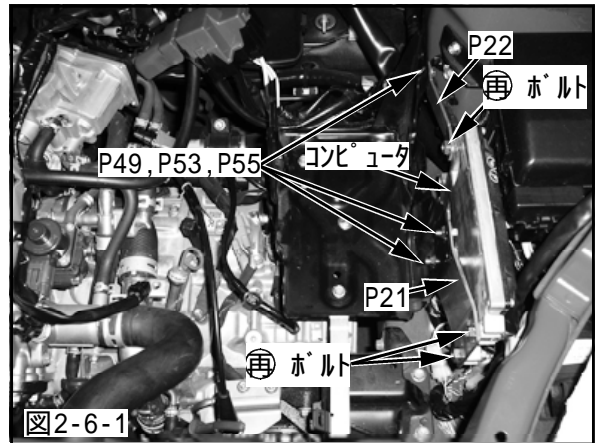

図2-6-1
(1) バッテリトレイに取付けてあるコンピュータを移動するため、バッテリトレイにECUブラケット 1, 2を取付けてください。(図2-6-1)